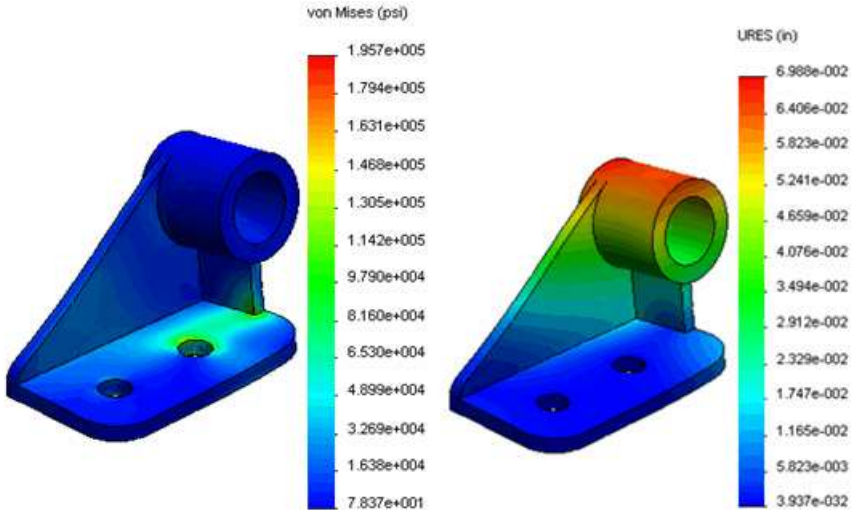

Рисунок 2.12 – Епюри напружень та перемішень моделі
- Після завершення аналізу визначте епюру напружень по Мизесу та епюру переміщення URES (рис. 2.12).